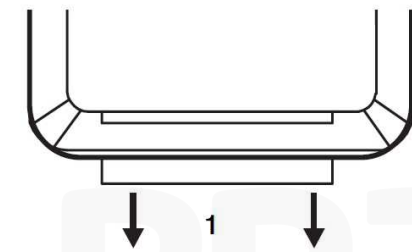

Bild 1
- 1. Före användning:** Ta bort det plastisolerande bladet från fjärrkontrollen i pilens riktning för att kunna använda den (se bild 1).